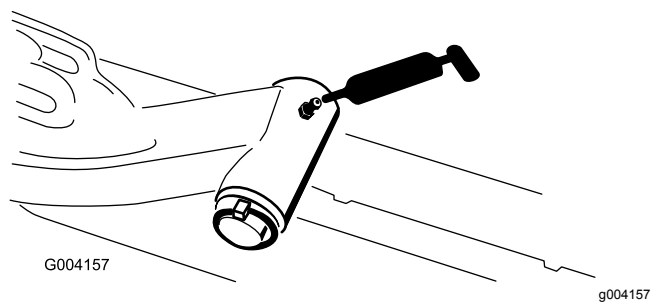

Bild 79
- Hubarmgelenkwelle (1) (Bild 79)